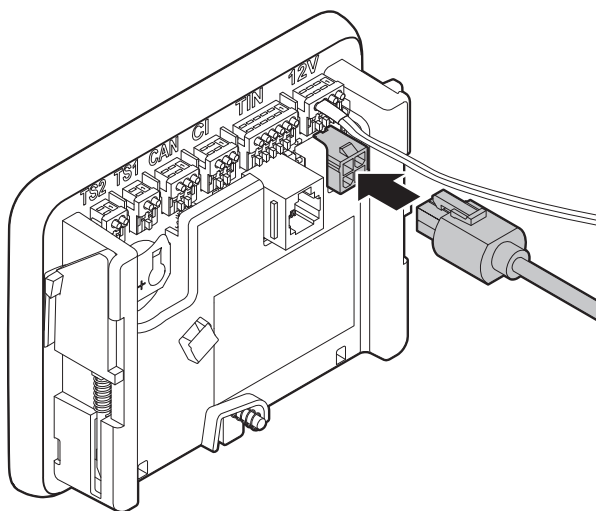

Fig. 6
- ▶ Sæt kablets ene stik i 12 V-tilslutningen på kontrolpanelet (Fig. 6).